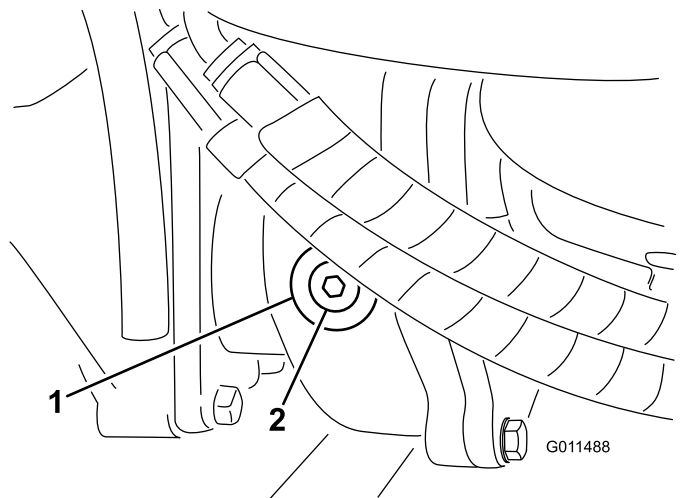

Bild 73
- Entfernen Sie die Prüf-/Füllschraube an der linken Getriebeseite und stellen sicher, dass das Öl die Unterseite des Lochs erreicht (Bild 73).